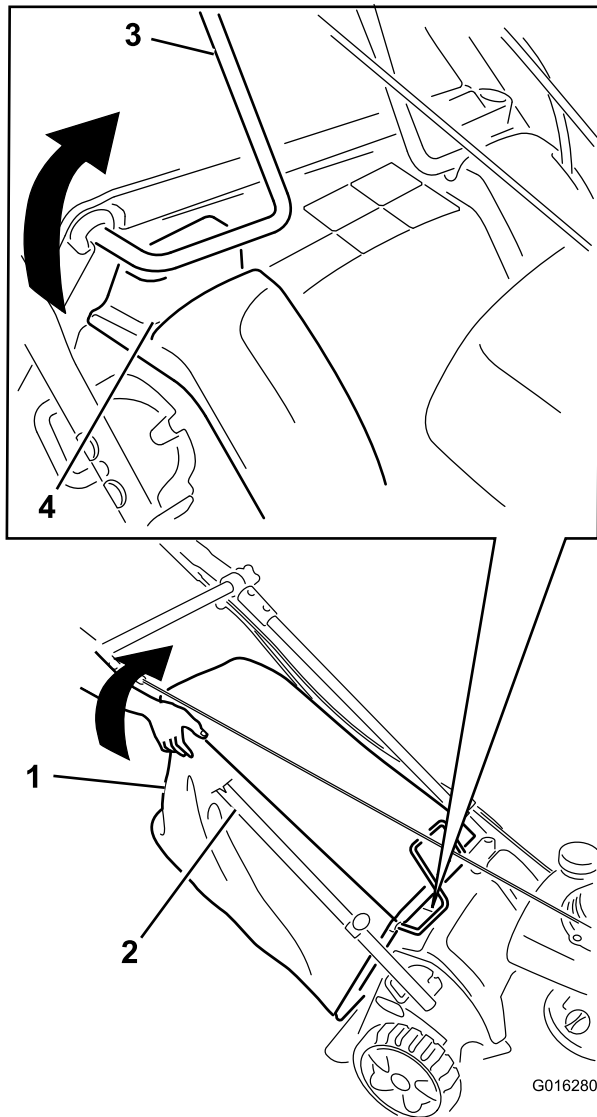

Bild 50
5. Heben Sie die rechte obere Kante hinten am Fangkorb bei laufendem Motor so weit ein, bis der Drahtkorbrahmen an der rechten oberen Kante vorne am Fangkorb ganz aus dem rechten Schlitz gehoben ist (Bild 50). **Der Motor muss dann abstellen.**